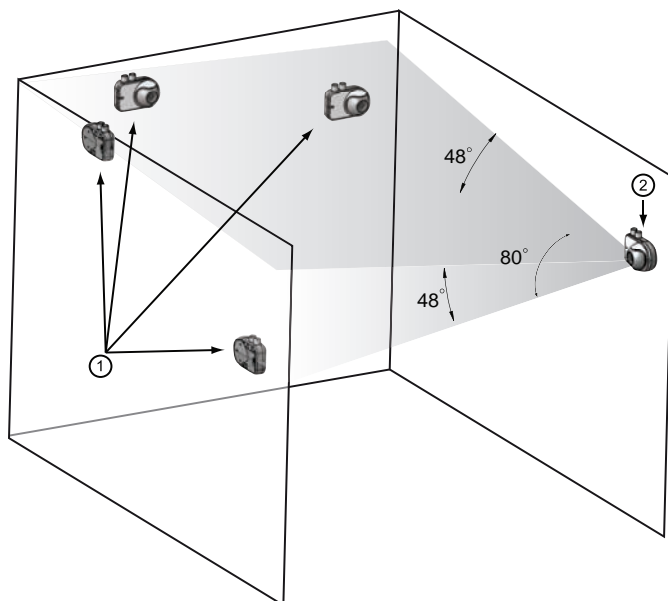

**Figure 4-17: Directives sur l'alignement pour un récepteur 10° à l'émetteur**
**Remarque :** L'émetteur s'aligne exactement de la même façon que le récepteur à 10°. L'émetteur doit être positionné à l'aide de l'outil d'alignement laser dans une distance  $D/120$  du récepteur, où  $D$  dans la Figure 4-17 est la distance entre l'émetteur et le récepteur.
1. Mettez sous tension et insérez l'outil d'alignement laser (1) dans l'orifice d'alignement (2).
2. Utilisez l'outil laser pour déplacer la sphère optique (3) jusqu'à ce que le faisceau laser pointe dans la direction de la zone dans les limites spécifiées comme illustré sur la Figure 4-17.